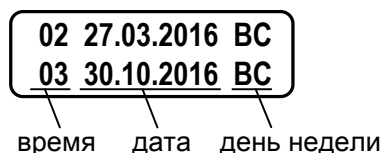

Рис.10. Вид окна дат перевода на «зимнее» и «летнее» время.
**Летн./зимн. время в году** и дважды нажав кнопку . На экране ТВ будут отображаться информация, показанная на рис.10.